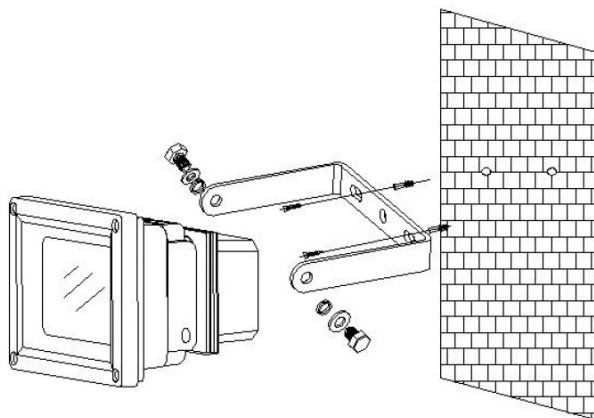

Fig. 4
(3) Podłącz przewody zasilające:
(4) Przymocuj reflektor do uchwyту i upewnij się, że całość trzyma się stabilnie (patrz rys. 4).